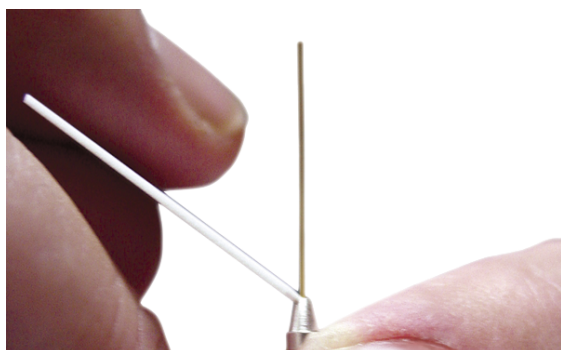

Figura 14. Recorte, si fuera necesario
2. Compruebe el extremo de la columna. Debe ser recto y no debe presentar grietas. Si fuera necesario. Consulte la Figura 14